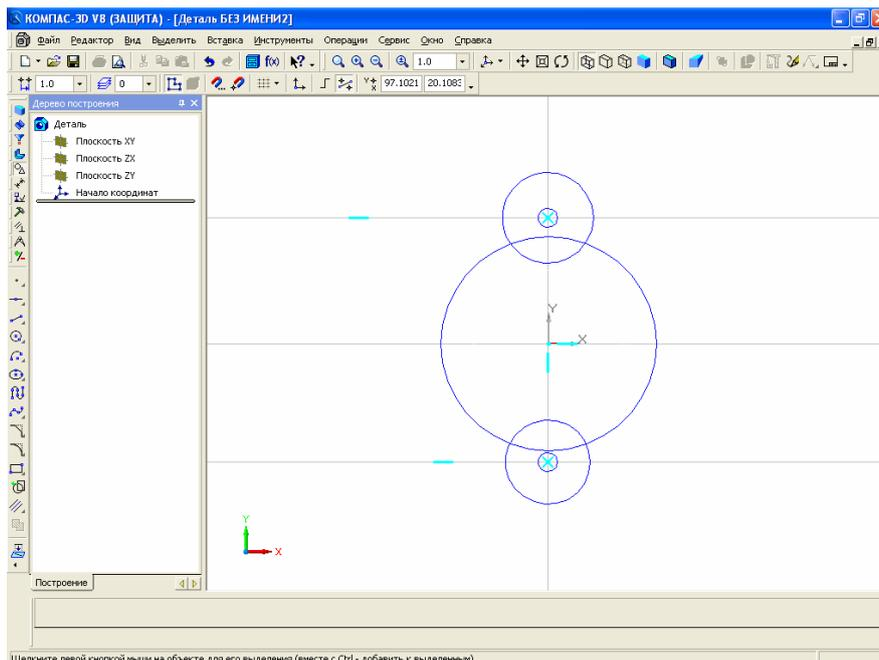

Рис. 22. Постройте оставшиеся окружности
14. Аналогично постройте окружности на пересечениях горизонтальных прямых с вертикальной. Параметры окружностей: две окружности с диаметром 5 мм и две окружности с диаметром 16 мм. В результате рабочая область должна выглядеть как на рис. 22.